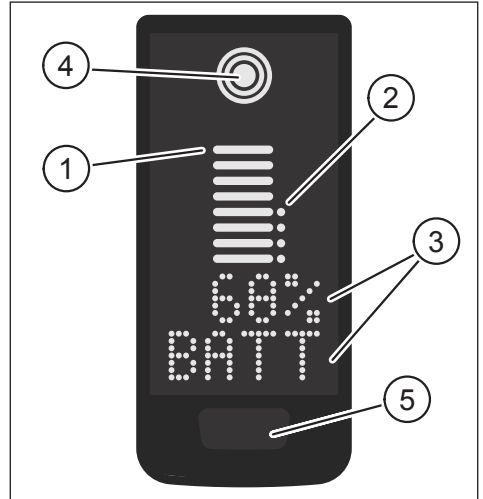
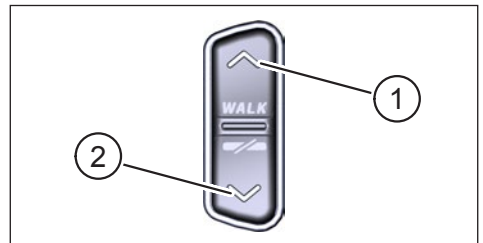

Abb. 1: Bedien- und Anzeigeelemente am Display
Abb. 2: Bedienelemente an der Remote
Pos. in Abb. 1	Beschreibung
Pos. in Abb. 2	Beschreibung
- ▶ Halten Sie die Bedientaste am Display (Pos. 5 in Abb. 1) und die Bedientaste UNTEN an der Remote (Pos. 2 in Abb. 2) für mindestens 5 s gedrückt.
- ▶ Mit einem **Doppelklick** auf die Bedientaste am Display (Pos. 5 in Abb. 1) wechseln Sie zur nächsten Bildschirmansicht.
- Durch Betätigen der Bedientaste UNTEN an der Remote (Pos. 2 in Abb. 2)
- Durch Betätigen der Bedientaste auf dem Display (Pos. 5 in Abb. 1)